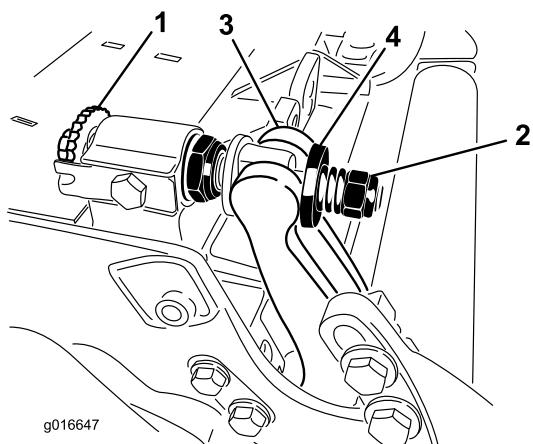

Figura 32
1. Gire los tornillos de ajuste de la barra de asiento en sentido antihorario para alejar la contracuchilla del molinete (Figura 32).
2. Afloje la tuerca de tensado del muelle hasta que el muelle deje de presionar la arandela contra la barra de asiento (Figura 32).